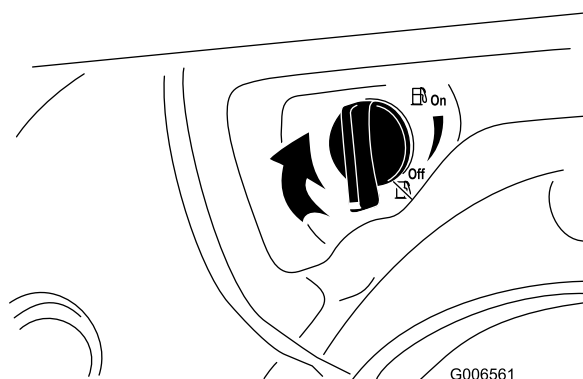

Figure 26
- Fermez le robinet de carburant en le tournant dans le sens horaire (Figure 26).